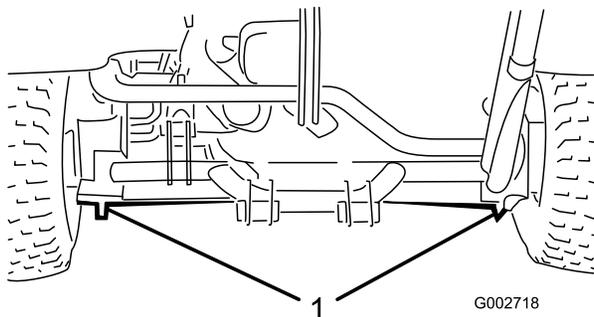

Figura 18
- Lado esquerdo ou direito debaixo do motor de roda traseiro ou da estrutura (Figura 18).